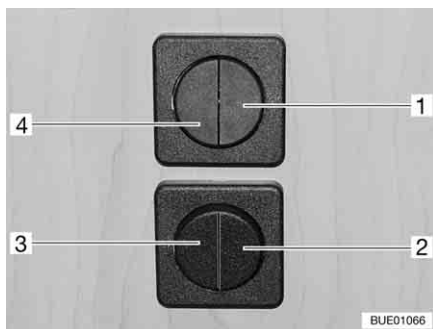

Fig. 50 Interruptores de luz
- Iluminación del grupo de asientos (Fig. 50,1)
- Iluminación de la entrada (Fig. 50,2)
- Iluminación del toldo (Fig. 50,3)
- Iluminación del habitáculo (Fig. 50,4)